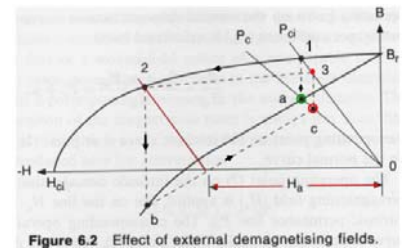

Fig. 4
8. La Fig.4 representa la desmagnetización del imán de un motor *brushless*. ¿Cómo se dimensiona inicialmente el punto de trabajo en vacío "a"? ¿Por qué tras un ciclo de carga en nuevo punto de trabajo es "c"? ¿Qué consecuencia negativas de diseño acarrea el punto "c"? (0,8 ptos)